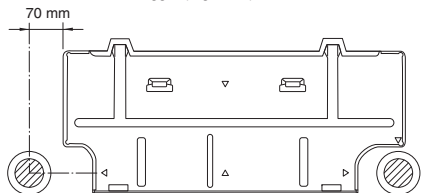

Fig. 3-34
- (1) Posizionare il pannello posteriore dall'unità interna sul muro alla posizione scelta. Assicurarsi che il pannello sia in posizione orizzontale usando una livella o un metro per misurare la distanza dal soffitto. Aspettare fino a dopo aver tagliato il foro prima di fissare il pannello posteriore al muro.
- (2) Decidere su quale lato dell'unità effettuare il foro per le tubazioni e i cablaggi. (Fig. 3-34)
In caso di tubazione sinistra-posteriore, usare i punti di misurazione dall'estremità del pannello posteriore per il posizionamento preciso dell'uscita del tubo. (Fig. 3-34)